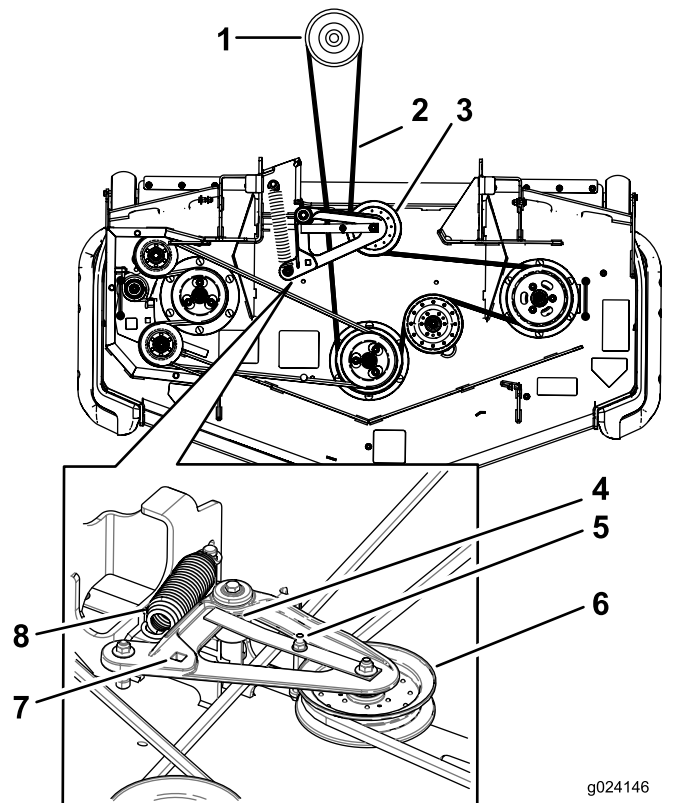

**Figure 119**
5. Soulevez le plancher et insérez un rochet dans le trou carré de la poulie de tension du tablier (Figure 119 ou Figure 120).
6. Tournez la poulie de tension du tablier dans le sens horaire, tirez sur la patte du guide-courroie (modèles à éjection arrière seulement) et déposez la courroie du tablier de coupe (Figure 119 ou Figure 120).